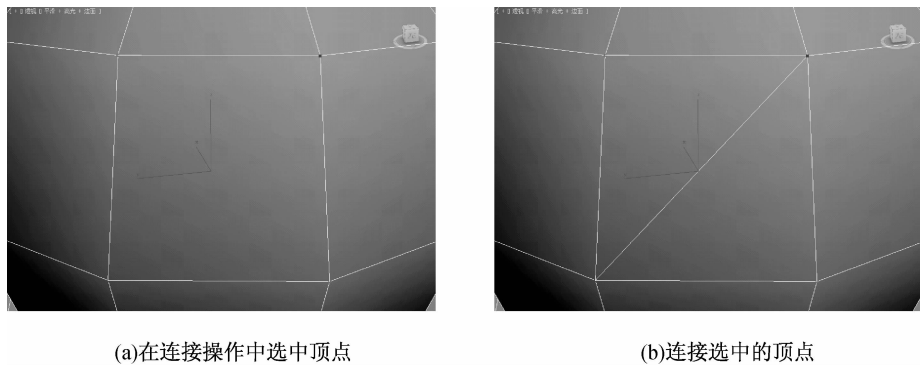

图 5-32 连接顶点 ▲
- 连接：在选中的相邻的顶点之间创建新的边，如图 5-32 所示。